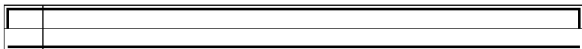

图 5.62 修剪图形
(1) 设置【梁柱】图层为当前图层。
(2) 在命令行输入“REC”并按 Enter 键, 启动绘制矩形命令。
① 在指定第一个角点或 [倒角 (C) / 标高 (E) / 圆角 (F) / 厚度 (T) / 宽度 (W)]: 提示下, 在屏幕上任意单击一点作为矩形的起点。
② 在指定另一个角点或 [面积 (A) / 尺寸 (D) / 旋转 (R)]: 提示下, 输入“@4440, 350”后按 Enter 键。这样, 就会绘制出长度为 4440mm、高度为 350mm 的 L-1 梁的轮廓。
(7) 在命令行输入“TR”并按Enter键,启动【修剪】命令,将图5.61修剪成如图5.62所示的状态。